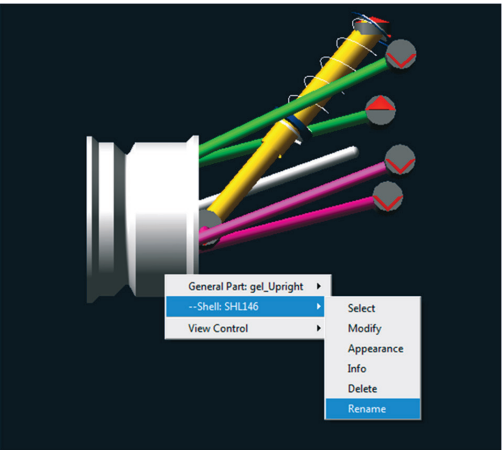

Figura 6.19 – Propriedades da geometria importada.
- Para alterar o nome da geometria importada, clique com o botão direito nela, aponte o mouse para a geometria de interesse (o ADAMS automaticamente denomina a geometria importada com uma sigla SHL, proveniente da palavra *Shell*, seguida de um número) e, em seguida, selecione *Rename* (Figura 6.19).